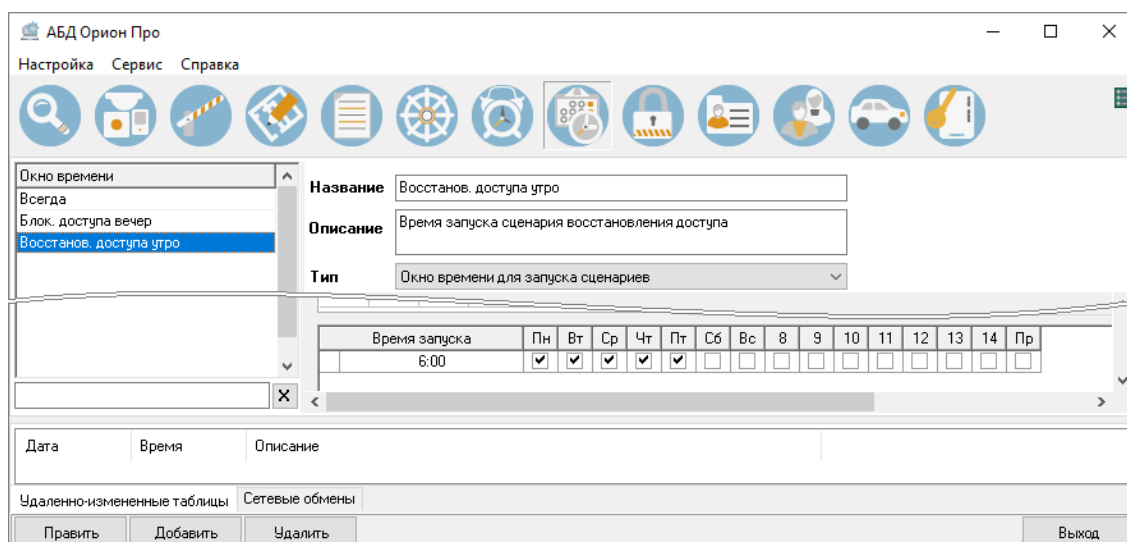

Рисунок 6-611 Окно времени для сценария восстановления доступа
- для сценария восстановления доступа – время, когда должен быть восстановлен доступ (см. Рисунок 6-611).